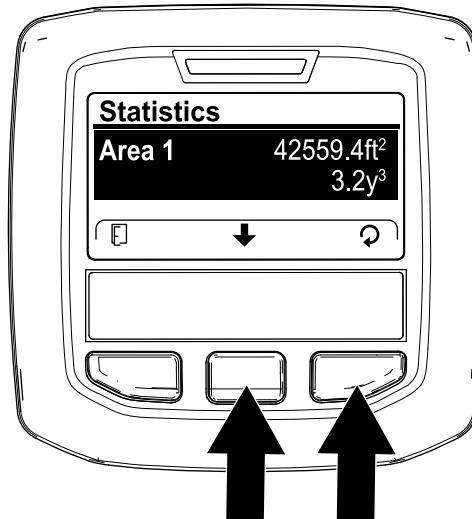

Figura 106
- En la pantalla STATISTICS (Estadísticas), pulse el botón central del InfoCenter hasta que se seleccione la opción AREA 1 (Área 1) (Figura 106).